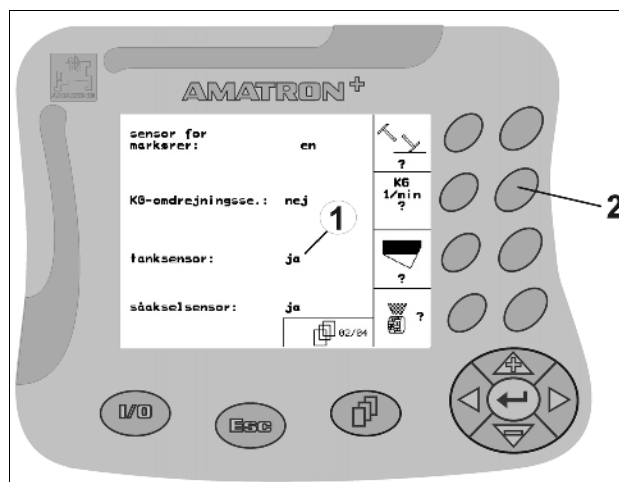

Fig. 15
- Funktionstasten (Fig. 15/2) aktiveres med et enkelt tryk
→ Funktion **ja** (Fig. 15/1).